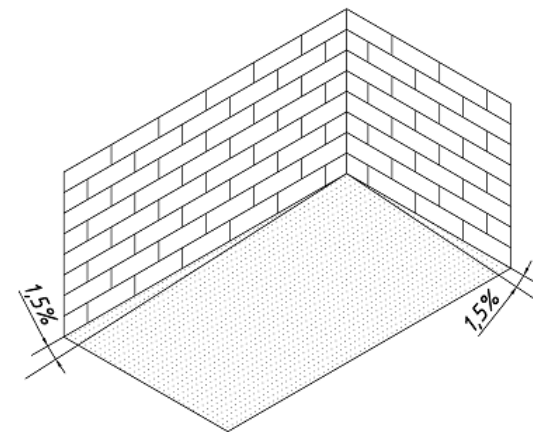

Рис. 1. Минимальный уклон поверхности для отвода воды
- ✓ Перед монтажом подконструкции обеспечьте под ней качественный уклон и дренаж для отвода воды. (рис.1.) Предусмотрите зоны доступа к дренажным системам, сливным отверстиям для их очистки или ремонта в процессе эксплуатации. Сливные/дренажные отверстия держите открытыми и чистыми от засоров. Нарушение данного требования может повлечь застой воды под настилом и деформацию покрытия, сделать его эксплуатацию небезопасной, может способствовать развитию плесени и грибка на поверхности настила.